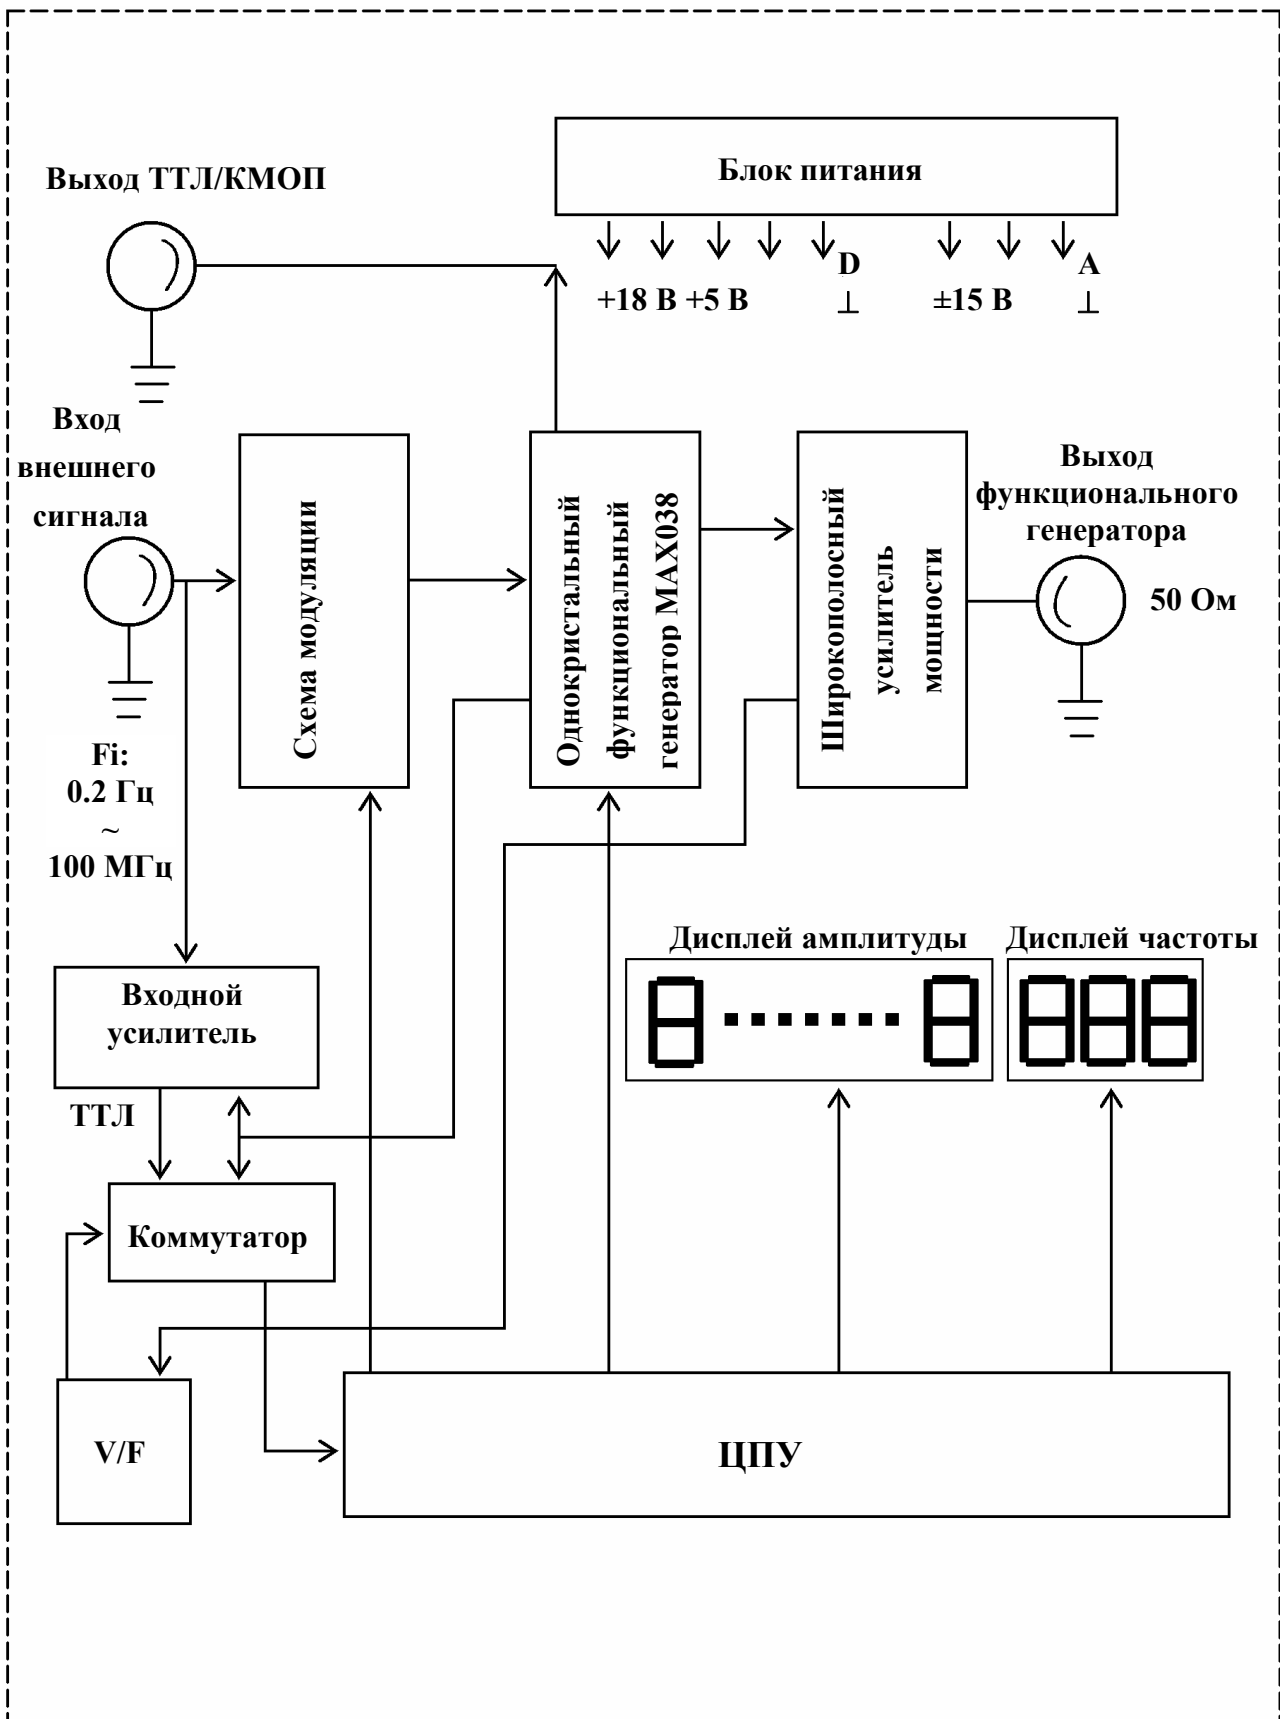

Рисунок 1 Блок-схема SG1642A/ SG1642B/ SG1642C
3.1 Как показано на рис.1, все схемы прибора управляются однокристальным микропроцессором, основные функции которого